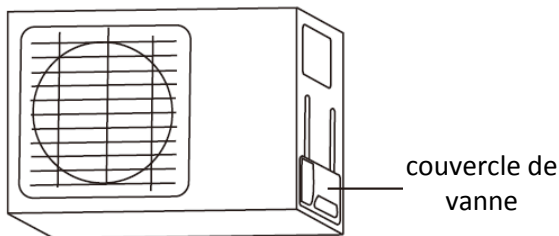

Fig. 5.9
1. Dévisser le capot de la soupape emballé sur le côté de l'unité extérieure. (Voir **Fig. 5.9**)